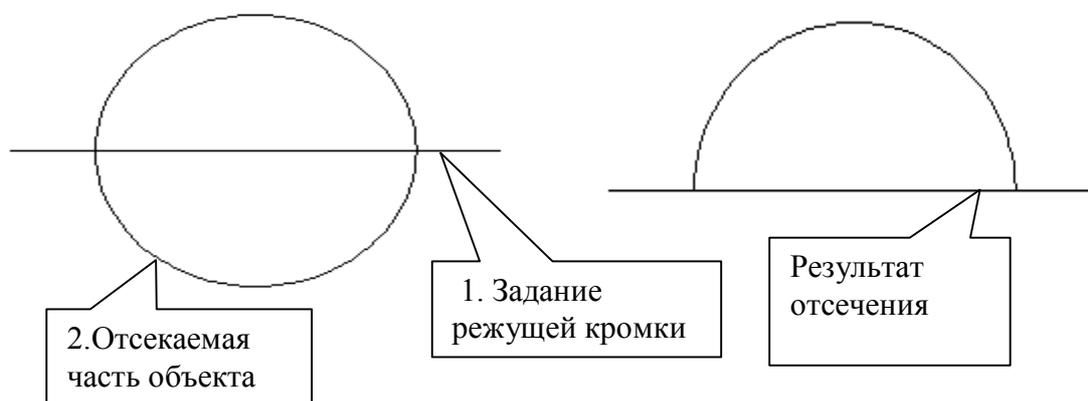

Рис. 2.8 Пример обрезки объектов
2.3.9 **Trim (Обрезать)** (Рис. 2.8)